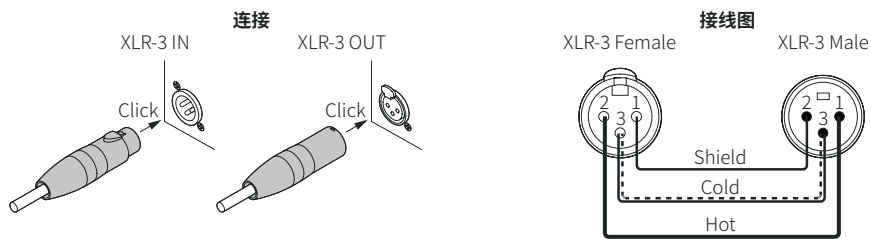

图6. XLR-3接入与串联线缆图示
9. 轻推U型架, 使旋转把手的位置在U型架的"位置B", 参考图6, 随后拧紧把手